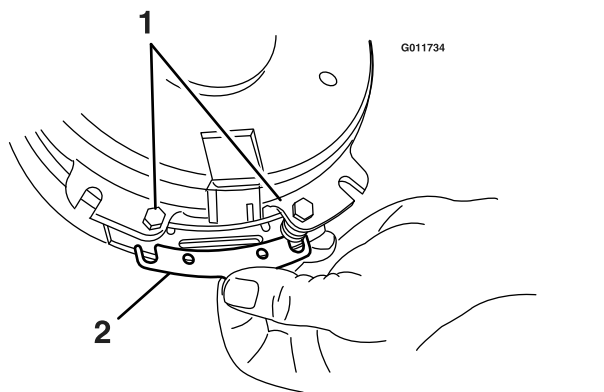

Figure 45
- A. Desserrez les boulons de fixation du frein d'un demi tour à un tour (voir Figure 45).